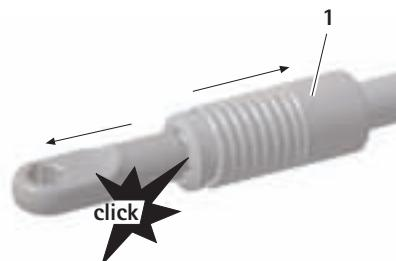

Рис. 4
- ▶ Потянуть назад элемент с быстросъемной фиксацией 1 с соединительного элемента А либо взять универсальный держатель UNITRAC J за ручку и потянуть назад, см. Рис. 4.